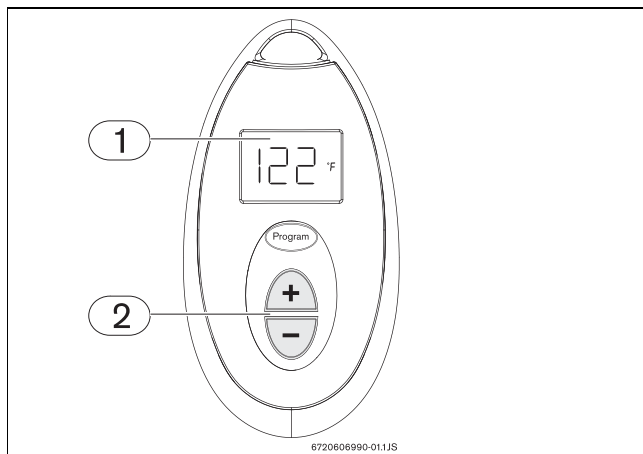
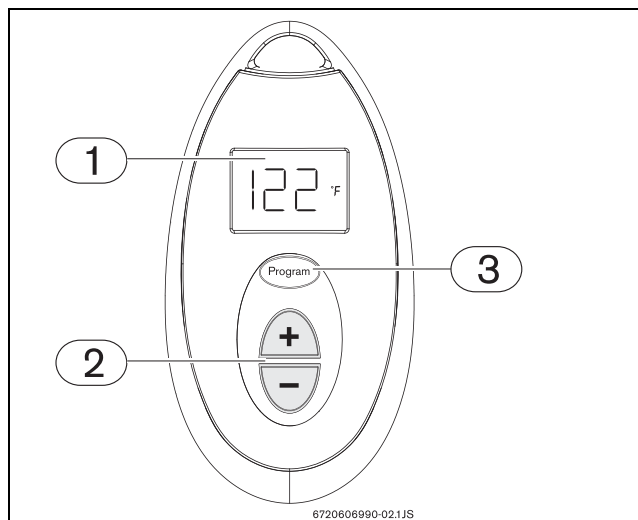

Рис. 7 Регулировка температуры
Рис. 8 Сохранение в памяти температуры воды
- ▶ Нажимайте кнопки $\oplus$ или $\ominus$ на ПДУ (рис. 7, поз. 2), пока на дисплее ПДУ не появится необходимая температура (рис. 7, поз. 1).
- ▶ Нажимайте кнопки $\oplus$ или $\ominus$ на ПДУ (рис. 7, поз. 2), пока на дисплее ПДУ не появится необходимая температура (рис. 8, поз. 1).
- ▶ Теперь можно сохранить в памяти эту температуру, нажав кнопку программирования на ПДУ (рис. 8, поз. 3) в течение 3 с.